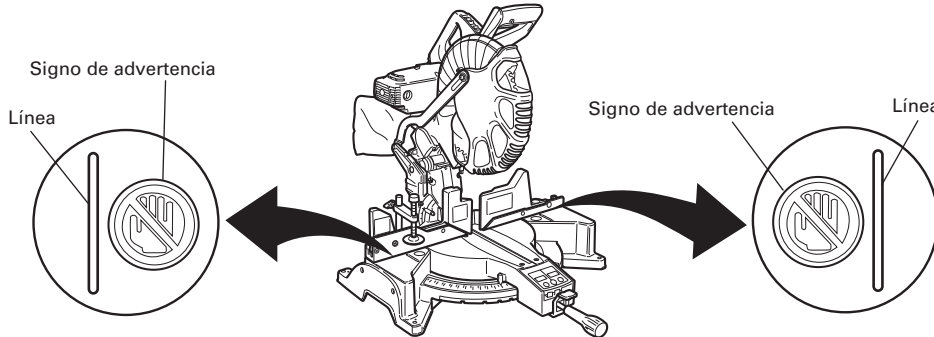

Fig. 23
- \* No coloque nunca sus miembros dentro de la línea cerca del signo de advertencia mientras esté utilizando la herramienta. Esto podría resultar peligroso (consulte la Fig. 23).